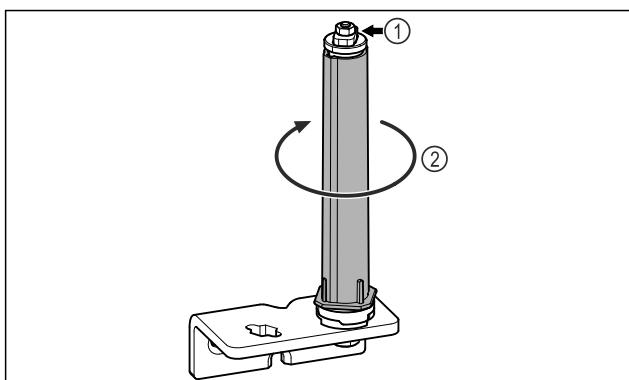

Fig. 18
- Neardykite durų uždarymo sistemos Fig. 18 (1).
- Sukite uždarymo sistemą Fig. 18 (2), kol ji užsifiksuos.